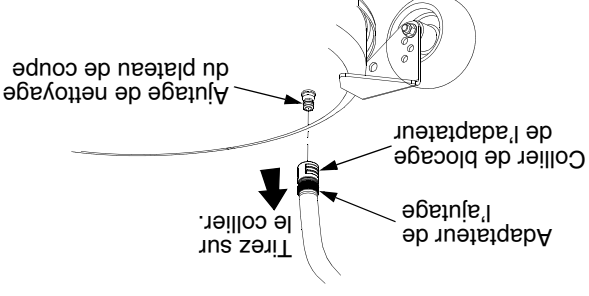

Figure 34
- Tirez sur le collier de blocage de l'adaptateur et poussez l'adaptateur sur l'ajutage du plateau de coupe sur le côté gauche du plateau de 42 po ou sur les ajutages sur d'un côté ou de l'autre du plateau de coupe de 50 po. Lâchez le collier pour bloquer l'adaptateur sur l'ajutage. Voir la Figure 34.